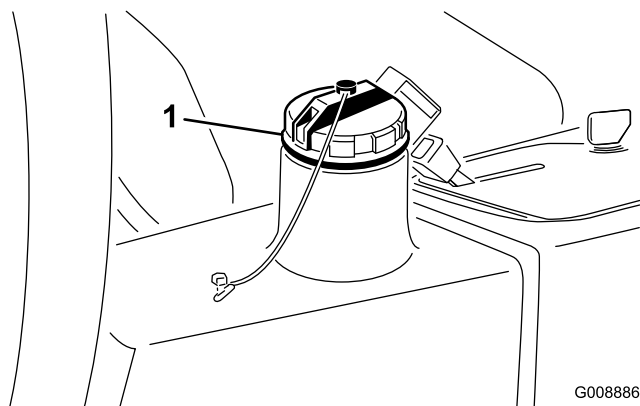

図 74
4. 油圧オイルタンク（図 74）に約 13.2 リットルのオイルを入れる；「油圧系統を点検する」を参照。